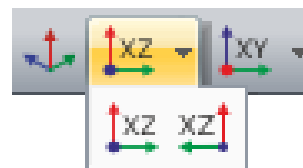

Рис. 170. Раскрывающийся список
**Проекция XOZ** (рис.170) – раскрывающийся список с заменой, который содержит команды по представлению расчетной схемы в проекции на плоскость XOZ.